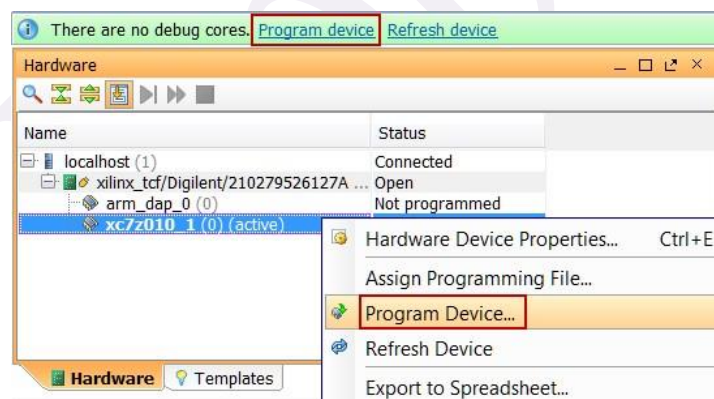

图 4-1-20 选择 FPGA 进行编程
(12) 在器件上单击鼠标右键，选择 Program device 或单击窗口上方弹出的 Program device->XC7z010_1 链接到目标 FPGA 器件进行编程，如图 4-1-20 所示；